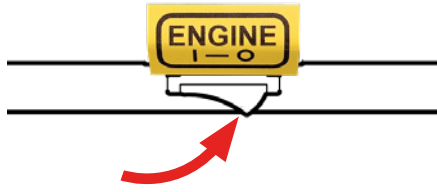

Fig.16A - Éteignez la machine.
1. Mettez la machine en marche, et désengagez les leviers d'entraînement et de coupe (Fig. 16A).